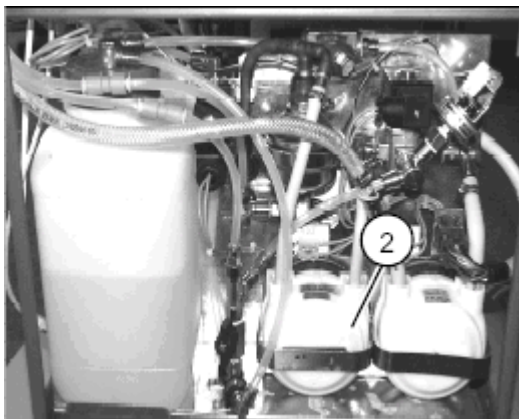
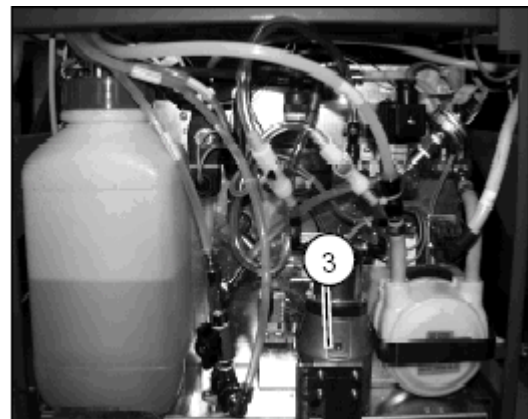

Fig. 2:
Fig. 3:
- Ist die Schlauche (2/Fig. 2 / S. 12) noch installiert, diese durch die Kühlpumpe (3/Fig. 3 / S. 12) ersetzen.